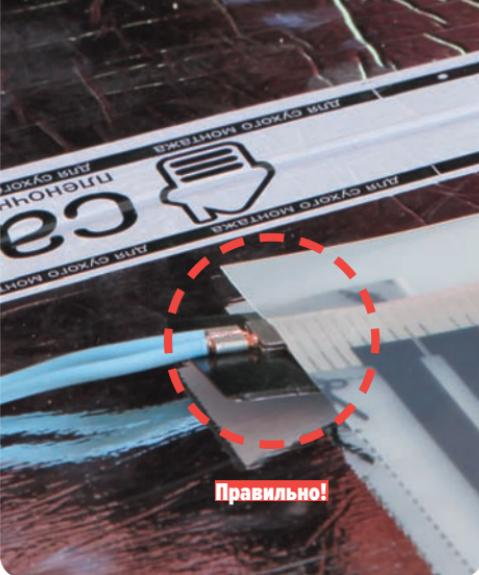

Рис. 17. Пример правильной установки нижнего листа изоляции контактных зажимов
16. Заизолируйте все места подключения проводов к термопленке (рис. 17–20). Для этого в комплект каждой полосы термопленки входит 5 отрезков изоляции. На рис. 5 эти места отмечены значком